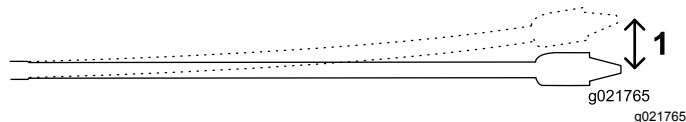

Рисунок 28
Трубы длиной 3 м, используемые в данной машине, можно изгибать с наклоном 8 % по всей длине трубы; это позволяет отклоняться от прямого пути не более чем на 20 см (Рисунок 28).
- Вставьте первые 3 м бурильной трубы с лопаткой в землю без изменения направления. Конец буровой лопатки будет на глубине 76 см (Рисунок 28).